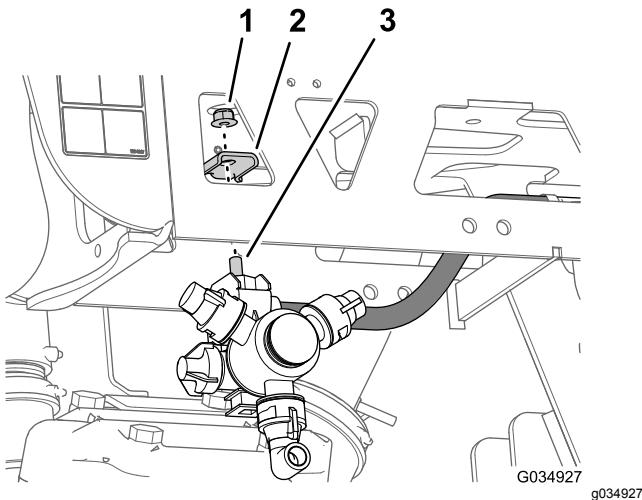

Figura 82
6. Ripetete i passaggi da **2** a **7** per il flessibile e il gruppo dell'ugello sull'altra trave esterna (Figura 79 e Figura 82).
- Allineate il bullone a testa esagonale (5/16" x 3/4") dell'ugello dell'irroratrice attraverso il foro nel supporto dell'ugello (Figura 82) e fissate senza serrare l'ugello al supporto con il dado di bloccaggio flangiato (5/16") rimosso nei passaggi 1 o 4 di 12 Rimozione dei flessibili degli ugelli dell'irroratrice per il sistema a 3 sezioni \(pagina 34\).